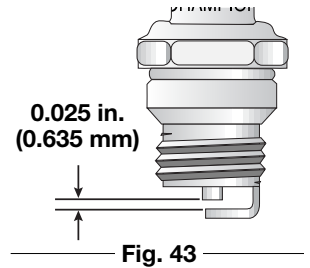

Fig. 43
3. Cambie las bujías que estén rajadas, sucias o deterioradas. Fije la separación de aire a **0,635 mm (0,025 pulgadas)** utilizando un calibrador (Fig. 43).